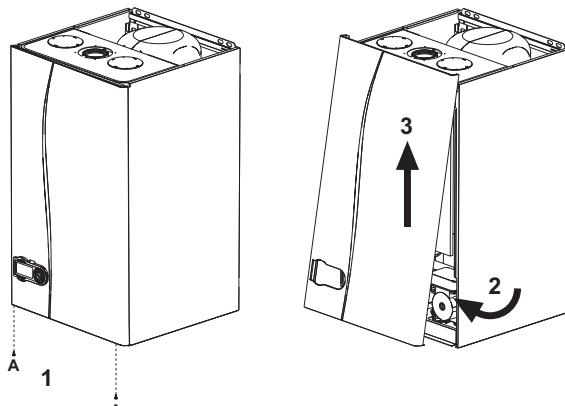

fig. 27 - Deschiderea carcasei
- Deșurubați suruburile A (vezi fig. 27).
- Rotați carcasa (vezi fig. 27).